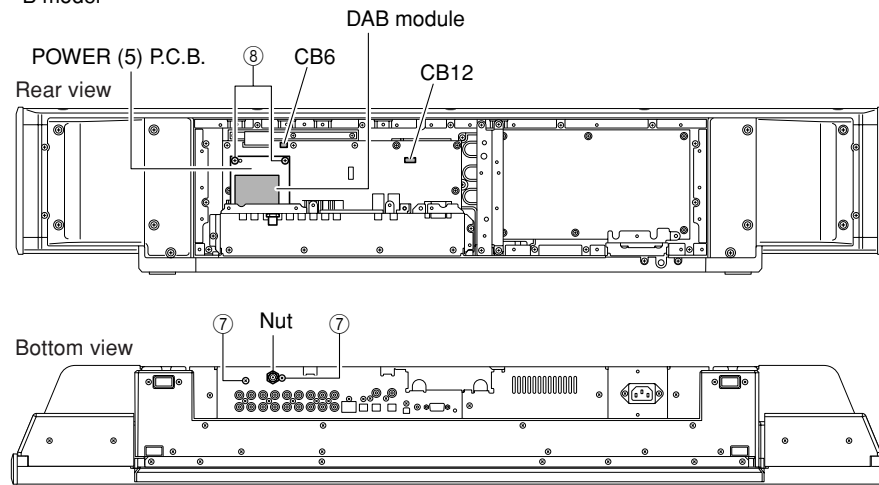
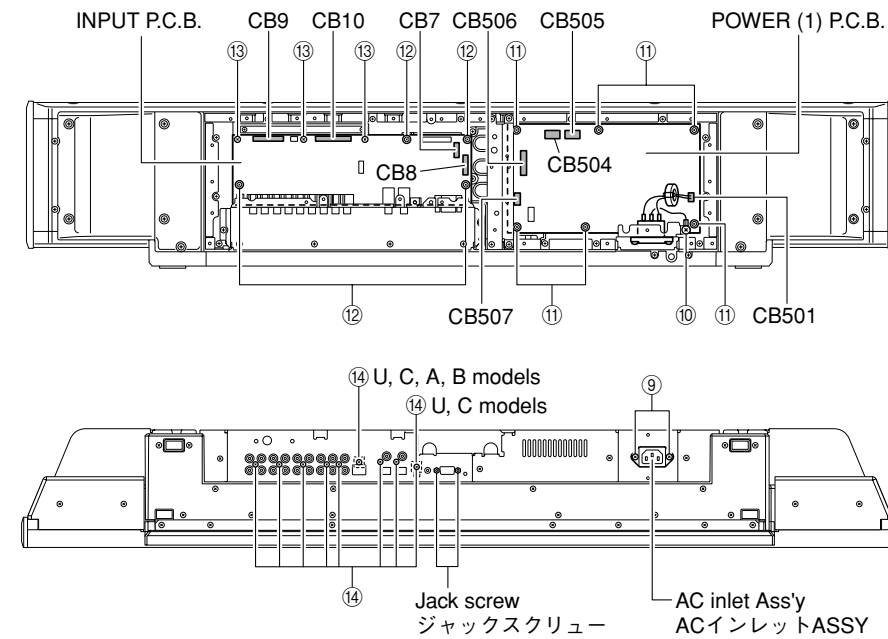

Fig. 4
Fig. 5
- a. Remove 2 screws (⑦). (Fig. 4)
- b. Remove nut. (Fig. 4)
- c. Remove 2 screws (⑧). (Fig. 4)
- d. Remove CB6 and CB12. (Fig. 4)
- e. Remove POWER (5) P.C.B. together with DAB module. (Fig. 4)
5. Removal of POWER (1) P.C.B.
- a. Remove 2 screws (⑨) and screw (⑩). (Fig. 5)
- b. Remove CB501. (Fig. 5)
- c. Remove the AC inlet ass'y. (Fig. 5)
- d. Remove 6 screws (⑪). (Fig. 5)
- e. Remove CB504-507. (Fig. 5)
- f. Remove POWER (1) P.C.B.. (Fig. 5)
- a. ⑨のネジ2本、⑩のネジ1本を外します。(Fig. 5)
- b. CB501を外します。(Fig. 5)
- c. ACインレットASSYを取り外します。(Fig. 5)
- d. ⑪のネジ6本を外します。(Fig. 5)
- e. CB504～507を外します。(Fig. 5)
- f. POWER(1)P.C.B.を取り外します。(Fig. 5)
- a. Remove 4 screws (⑫) and 3 screws (⑬). (Fig. 5)
- b. Remove 9 (U, C models) / 7 (T, K, B, G, E, L, V models) / 8 (A model) screws (⑭). (Fig. 5)
- c. Remove 2 jack screws. (Fig. 5)
- d. Remove CB7-10. (Fig. 5)
- e. Remove the INPUT P.C.B.. (Fig. 5)
- a. ⑫のネジ4本、⑬のネジ3本を外します。(Fig. 5)
- b. ⑭のネジ8本を外します。(Fig. 5)
- c. ジャックスクリュー2本を外します。(Fig. 5)
- b. CB7～10を外します。(Fig. 5)
- e. INPUT P.C.B.を取り外します。(Fig. 5)